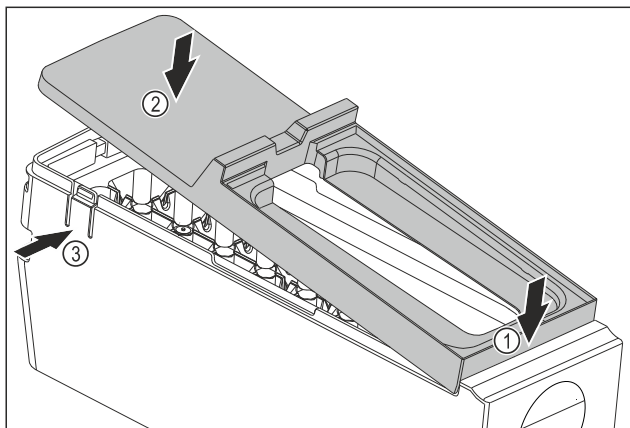

Fig. 144
- ▶ Montaż osłony korpusu EasyTwist-Ice: Osłonę założyć od przodu. Fig. 144 (1)
- ▶ Opuścić osłonę z tyłu. Fig. 144 (2)
- ▶ Osłona zatrzaskuje się słyszalnie w obu nakładkach Fig. 144 (3).